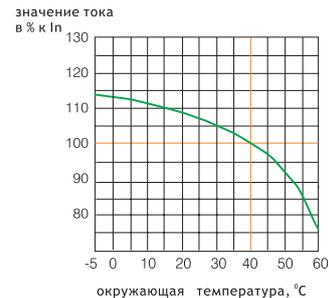

Рис.2
- 3.11. При применении выключателей с температурой окружающей среды отличной от 40⁰C следует применять температурный коэффициент рис. 2